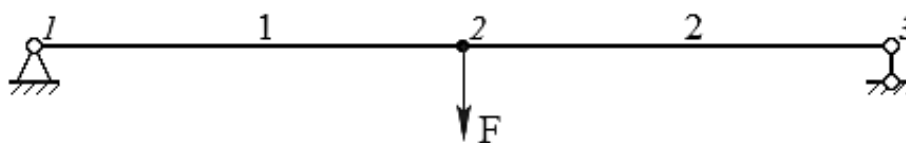

Рис. 3.3 – Балка с шарнирно-неподвижной и шарнирно-подвижной опорами
5. Дана балка с шарнирно-неподвижной и шарнирно-подвижной опорами (см. рис. 3.3). К балке приложена сосредоточенная сила F , кН, направленная перпендикулярно к продольной оси балки. Значение силы заданы по вариантам. Длины участков балки: $l_{12} = l_{23}$, м. Определить числовые значения реакций связей, возникающих в шарнирных опорах.